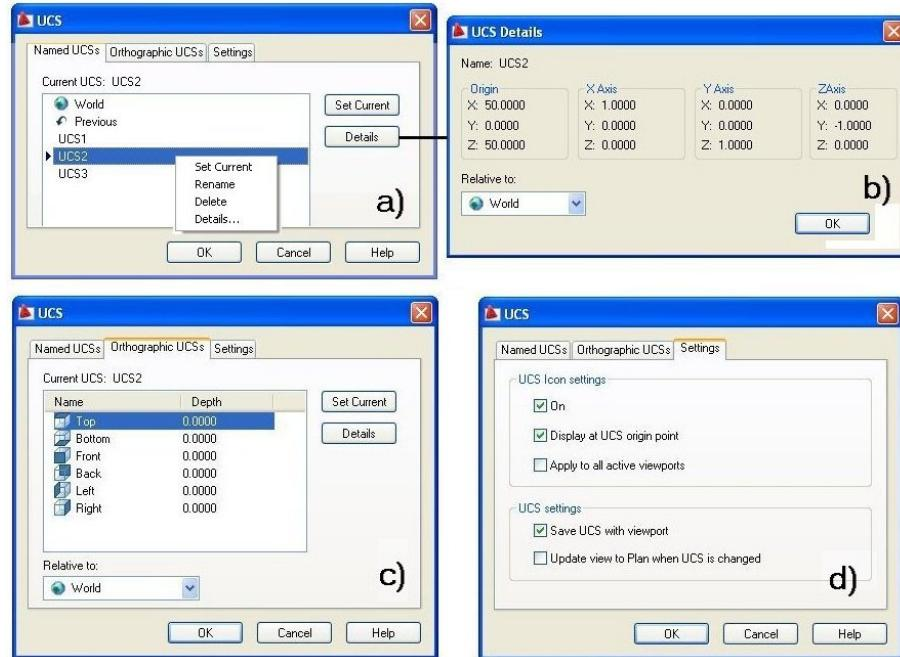

Figura 1.1.20
Într-un fișier desen, gestionarea UCS-urilor se poate realiza și prin fereastra UCS, *figura 1.1.20*, activabilă în următoarele variante:
- zona **Named UCS**, *figura 1.1.20.a* – care permite manipularea UCS-urilor definite de utilizator (creare, redenumire, ștergere, setare ca **UCS** activ, afișarea caracteristicilor) și conține următoarele controale:
redenumire, **Delete** - ştergere sau **Details** - afişare detalii (dublată prin butonul cu același nume); figura 1.1.20.b afișează detaliile pentru **UCS2**: coordonatele punctelor care definesc originea și cele 3 axe, în raport cu sistemul de coordonate din lista **Relative To**.
- zona **Orthographic UCS**, figura 1.1.20.c – care permite setare ca UCS activ a uneia dintre cele 6 standard (**Top**, **Bottom**, **Front**, **Back**, **Left**, **Right**) și a adâncimii **Depth**, considerată ca distanță între planul XY al **UCS-ului standard** și sistemul de coordonate selectabil din lista **Relative To**.
- zona **Settings**, figura 1.1.20.d – permite setare următoarelor caracteristici: